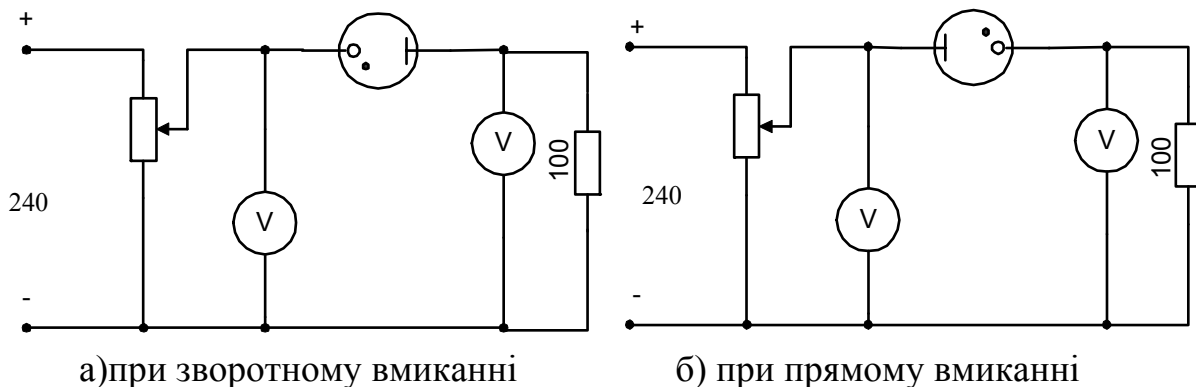

Рисунок 4.1 – Схема для дослідження газорозрядного стабілітрона
1.Зібрати схему рисунок 4.1 для дослідження газорозрядного стабілітрона.